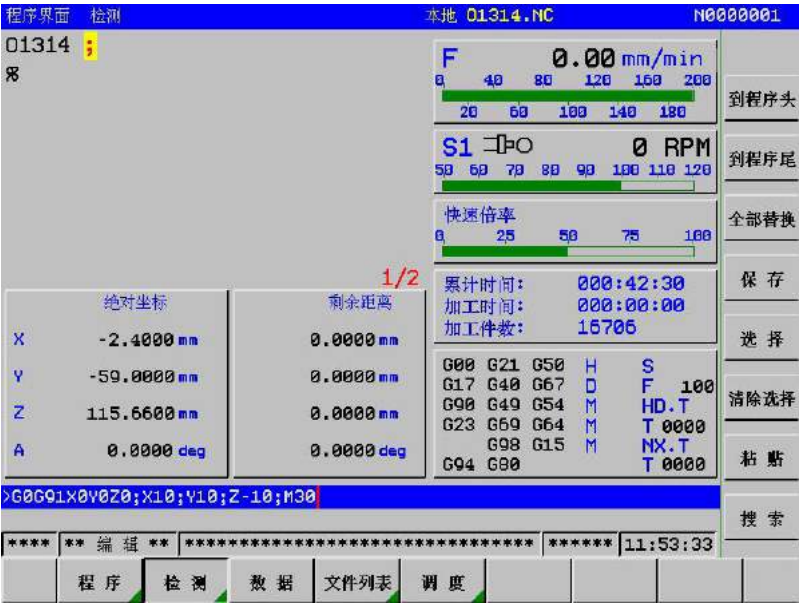
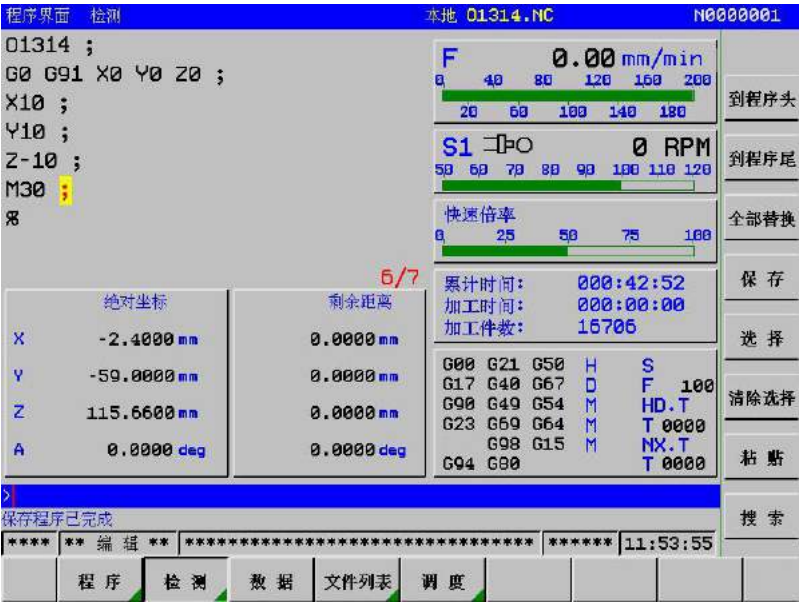

图 3-2-16
图3-2-17
(2) 在输入栏输入指令代码或各轴移动指令。按操作面板 **EOB** 键将指令分行，最后按 **插入** 键，程序编辑完成（见图 3-2-16、图 3-2-17）。